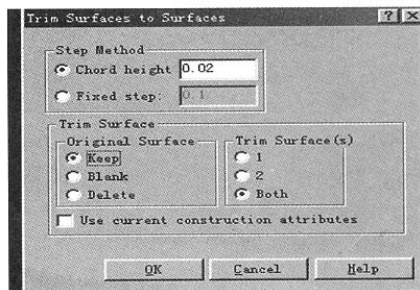
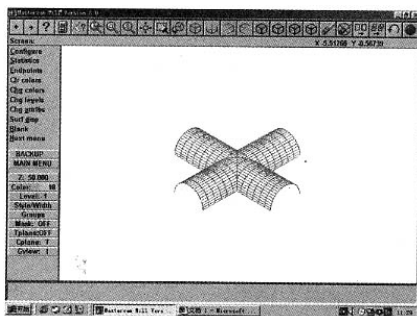
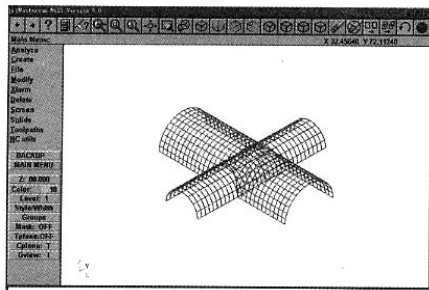
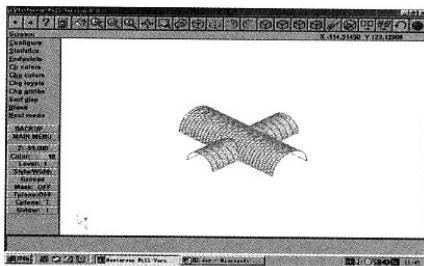

图 2
图 3
图 4
图 5
(1) 修剪曲面 P_1 、 P_2 的一端 在主菜单中依次选择 Modify—Trim—Surface—Tosurfaces, 用鼠标左键在绘图区中拾取被修整曲面 P_1 , 再单击子菜单中 Done, P_1 曲面被选中;接着用鼠标左键在绘图区中拾取修整到曲面 P_2 , 再单击子菜单中 Done, P_2 曲面被选中。用鼠标左键单击主菜单和子菜单区中 Option (选项), 弹出修整到曲面设置 (Trim surfaces to surfaces) 对话框如图 2。在该对话框中的 Original Surface 栏中选择保留 (Keep) 按钮, 然后在 TrimSurfaces 栏中选择两者 (Both) 按钮, 单击 Ok, 再单击主菜单和子菜单区中 Doit
(2) 修整曲面 P_1 、 P_2 的另一端 选择 Surfaces 选项, 用鼠标左键在绘图区中拾取被修整曲面 P_1 的另一端, 再左键单击 Done, P_1 曲面的另一端被选中;接着用鼠标左键在绘图区中拾取修整到曲面 P_2 的另一端, 再左键单击 Done, P_2 曲面被选中。然后左键单击主菜单和子菜单区中 Option 选项, 出现修整到曲面设置 (Trim surfaces to surfaces) 对话框如图 2。在该对话框的 Original Surface 栏中选择删除 (Delete) 按钮, 在 TrimSurfaces 栏中选择两者 (Both) 按钮, 单击 Ok。再单击主菜单和子菜单区中 Doit 命令, 接着在绘图区中用鼠标左键拾取被修整曲面 P_1 的另一端, 则在该曲面上出现一个随鼠标移动的箭头, 当箭头移动到修整后要保留的曲面 P_1 的另一端时, 单击鼠标左键。同时用鼠标左键在绘图区中拾取修整到曲面 P_2 的另一端, 则在该曲面上出现一个随鼠标移动的箭头, 当箭头移动到修整后要保留的曲面 P_2 的另一端, 单击鼠标左键, 则得到修整后的曲面如图 3。
2. 三通管直径不等曲面的修剪 (图 4)
(1) 修剪大直径曲面 在主菜单中依次选择 Modify—Trim—Surface—To surfaces, 用鼠标左键在绘图区中拾取被修整的大直径曲面, 再单击子菜单中 Done, 大直径曲面被选中。然后用鼠标左键在绘图区中拾取修整到的小直径曲面, 再单击 Done, 小直径曲面被选中。接着单击主菜单和子菜单区中 Option (选项), 显示修剪曲面设置 (Trim surfaces to surfaces) 对话框, 如图 2; 单击该对话框中的 Original Surface 栏中的删除 (Delete) 按钮, 在 TrimSurfaces 栏中分别有 “1”、“2” 和 “Both” 三个选项, 则选择 1 按钮, 单击 Ok; 再单击主菜单和子菜单区中 Doit 命令。在绘图区中单击左键拾取被修整的大直径曲面, 则在该曲面上出现一个随鼠标移动的箭头, 当箭头移动到修整后要保留的大直径曲面的曲面部分时再单击鼠标左键, 大直径曲面修剪完毕。
菜单中 Done, 大直径曲面被选中。用鼠标左键单击主菜单和子菜单区中 Option 选项; 显示修整曲面设置 (Trim surfaces to surfaces) 对话框如图 2; 在该对话框中的 Original Surface 栏中选择保留 (Keep) 按钮, 在 TrimSurfaces 栏中选择 1 按钮, 单击 Ok; 再单击 Doit 命令。接着在绘图区中左键拾取被修整小直径曲面, 则在小直径曲面上出现一个随鼠标移动的箭头, 当箭头移动到修整后要保留的小直径曲面上的曲面部分时, 单击左键, 这时修剪操作的结果如图 4。
(3) 修整小直径曲面的另一端 选择 Surfaces 选项, 用鼠标左键在绘图区中拾取被修整小直径曲面的另一端, 再单击 Done, 小直径曲面的另一端被选中。用鼠标左键在绘图区中拾取修整到的大直径曲面, 再单击 Done, 大直径曲面被选中。用鼠标左键单击主菜单和子菜单区中 Option 选项, 显示修整曲面设置 (Trim surfaces to surfaces) 对话框, 如图 2。在该对话框的子菜单中的 Original Surface 栏中单击删除 (Delete) 按钮, 在 TrimSurfaces 栏中选择 1 按钮, 单击 Ok; 再单击 Doit 命令。用鼠标左键在绘图区中拾取被修整的小直径曲面, 则在小直径曲面上出现一个随鼠标移动的箭头, 当箭头移动到修整后要保留的小直径曲面另一端的曲面部分时, 单击左键, 则得到如图 5 所示修整后的直径不等的三通管。